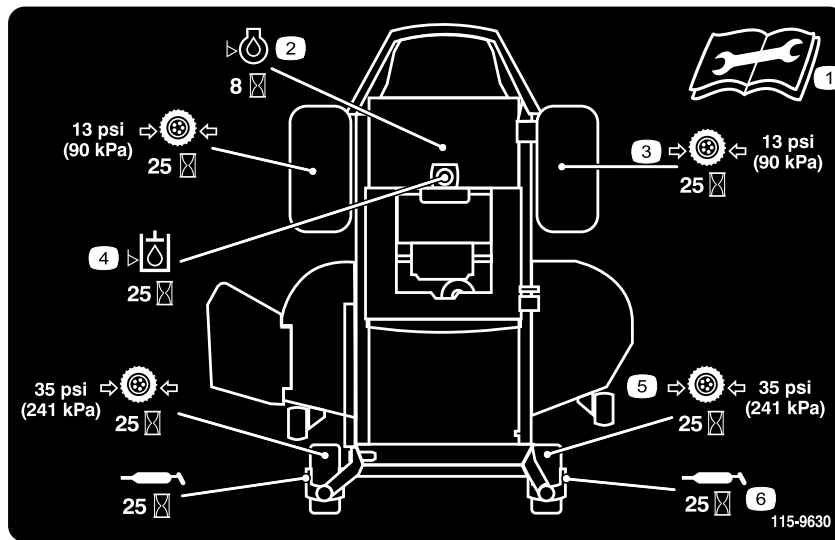

Figura 32
3. Limpie con un trapo los puntos de engrase (Figura 33 y Figura 32). Asegúrese de rascar cualquier pintura que hubiera sobre los puntos de engrase.
4. Conecte una pistola de engrasar a cada punto de engrase (Figura 33 y Figura 32). Bombee grasa hasta que empiece a rezumar grasa de los cojinetes.